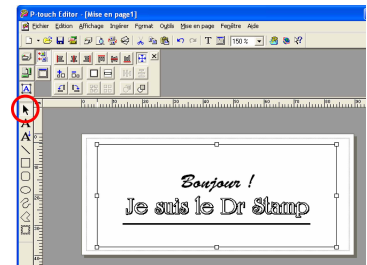

figure 18
- 2 Faites glisser une poignée pour ajuster le cadre jusqu'à la taille souhaitée (voir la figure 18).